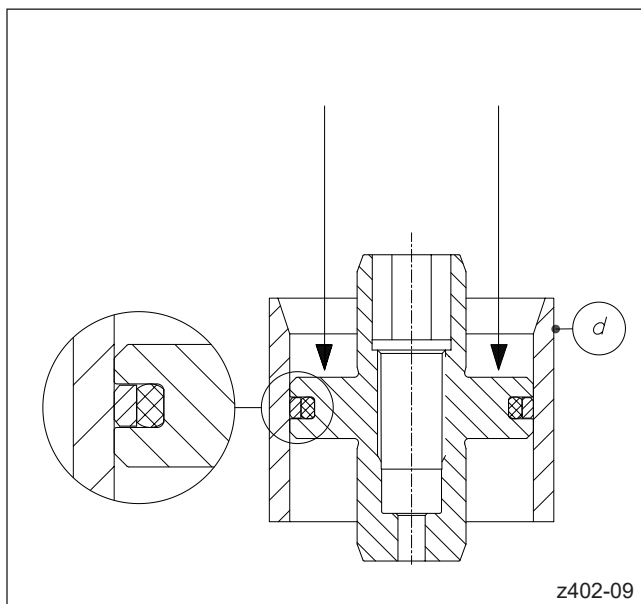

Abbildung 127: Dichtungen kalibrieren
10. Das Dichtungspaket nun mithilfe der Kalibrierbuchse (Pos. d) kalibrieren. Dazu den Kolben in die Einführschräge der Kalibrierbuchse einsetzen und langsam und gleichmäßig durch die Kalibrierbuchse schieben (vgl. Abbildung 127).